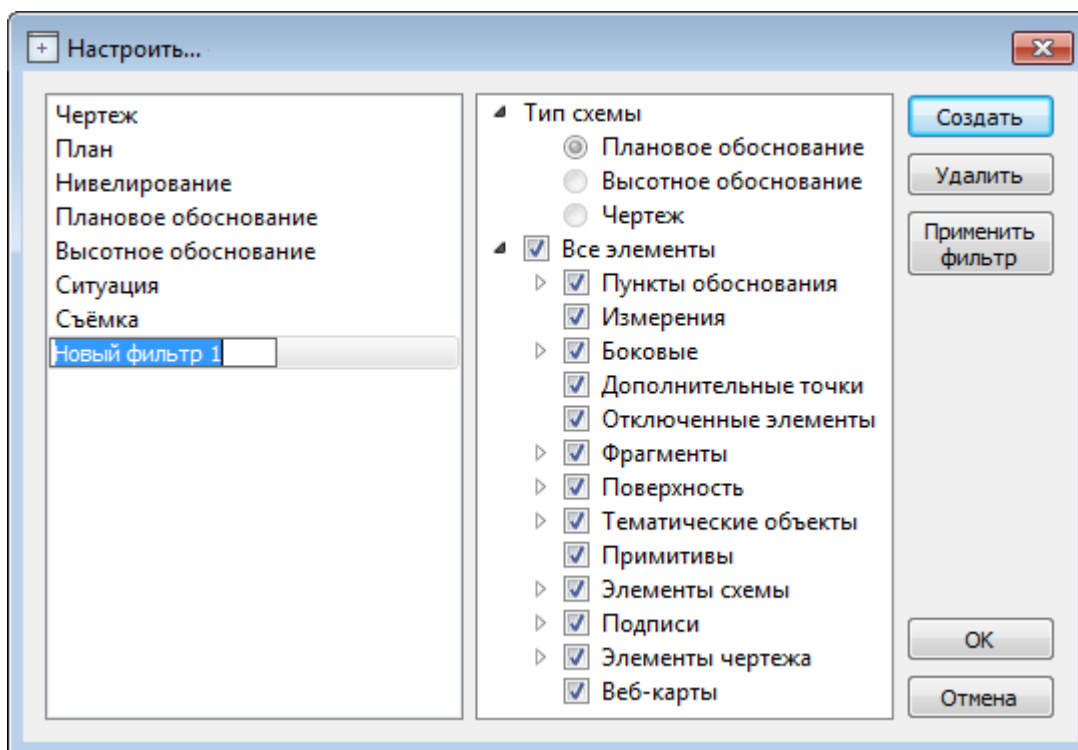

Рисунок 6.6
- Редактирование существующих и создание новых фильтров выполняется при помощи команды **Настроить**, которая вызывает одноименный диалог (см. рис. 6.6).